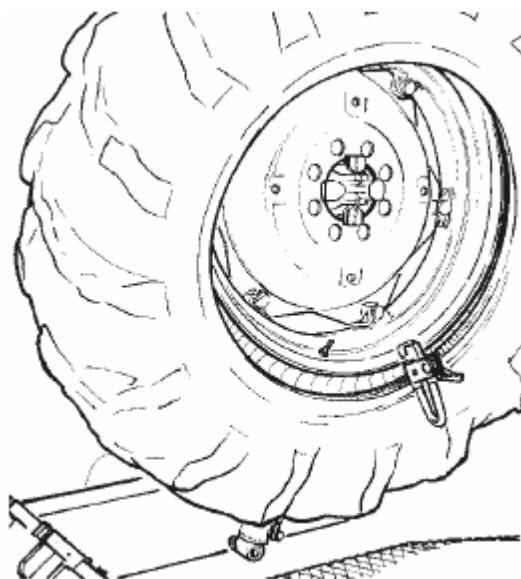

Рис. 27
19) Опять поднимите колесо и прикрепите хомут к внешней стороне второго бортика на расстоянии 20 см от клапана (см. рис.27).